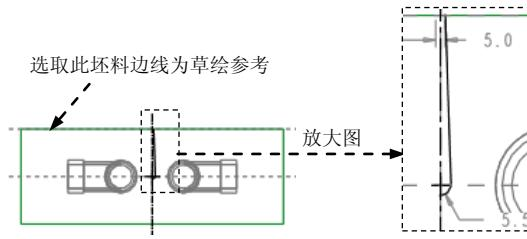

图 15.7 截面草图
(1) 定义草绘截面放置属性。右击，从快捷菜单中选择 **定义内部草绘...** 命令。草绘平面为 **MOLD_FRONT** 基准平面，草绘平面的参考平面为 **MOLD_RIGHT** 基准平面，草绘平面的参考方位为 **右**。单击 **草绘** 按钮，系统至此进入截面草绘环境。
(2) 进入截面草绘环境后，选取图 15.7 所示的坯料边线为草绘参考，绘制图 15.7 所示的截面草图。完成特征截面的绘制后，单击“草绘”操控板中的“确定”按钮 。
(3) 特征属性。旋转角度类型为 ，旋转角度为 360。
(4) 单击操控板中的 按钮，完成特征的创建。